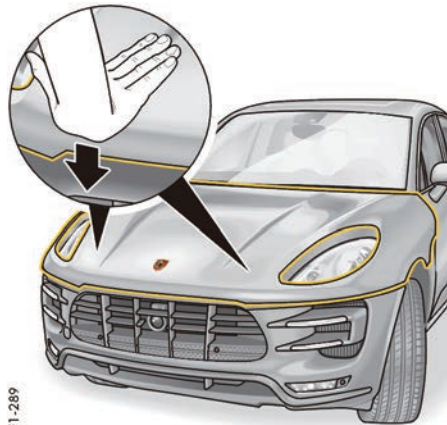

图 173: 关闭前部车盖
1. 让半开的前部车盖落入两个锁位。必要时，将手掌置于两个锁止区域，推动前部车盖至关闭（图 173）。